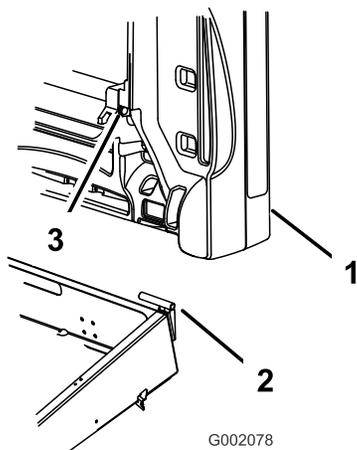

Figure 12
- Glissez le trou de montage du plateau de chargement sur le pivot (Figure 12).